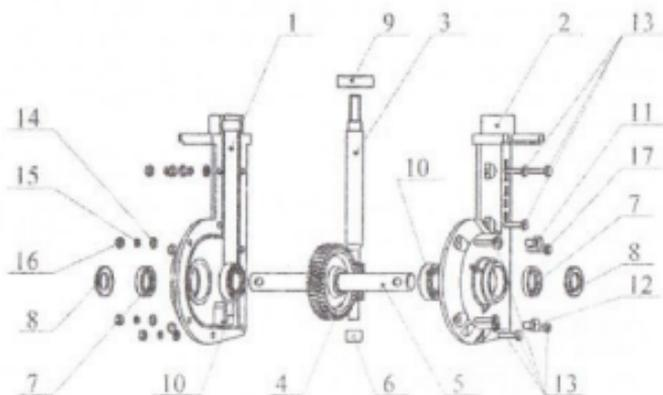

Рисунок 2 – Устройство редуктора.
На левой половинке редуктора 2 (рисунок 2) имеются 2 отверстия: верхнее – для залива масла в редуктор, нижнее – для слива масла из редуктора. Закрываются отверстия болтами 11 и 12.
5.5.2 Отверните болт 11 (рисунок 2) и проверьте уровень масла. Оно должно находиться на уровне нижней кромки отверстия. Долейте, если уровень масла ниже.